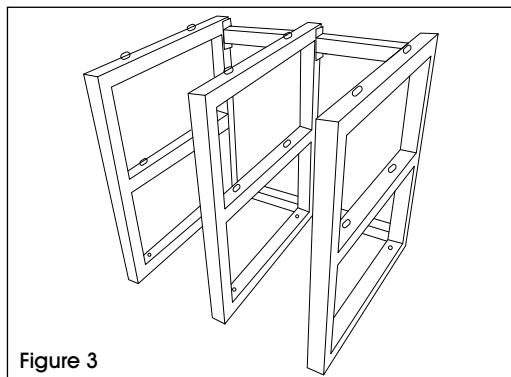

Figure 3
3. Répétez l'opération jusqu'à ce que le support soit entièrement assemblé. (Voir Figure 3)